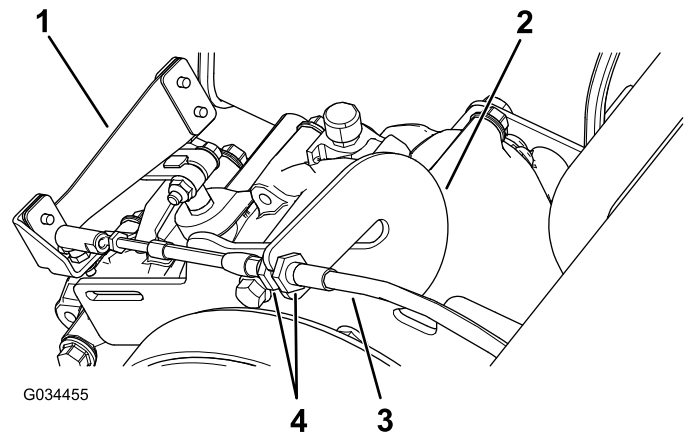

Bild 57
- Lösen Sie die Klemmmuttern am Bowdenzug und stellen sie ggf. ein (Bild 57).
- Testen Sie die Ganghebelstellung, indem Sie den Ganghebel auf drei unterschiedliche Stellungen drehen. Prüfen Sie, ob der Ganghebel (Bild 57) richtig beim Ändern der Gänge schaltet, siehe Ganghebel und Ganghebelanzeige \(Seite 12\).